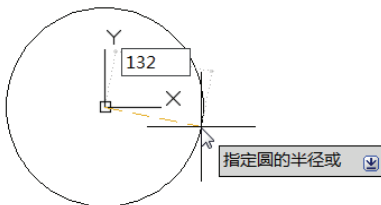

图 1-59 在工具提示中输入圆半径
3) 在工具提示中输入圆半径为“132”，如图 1-59 所示，然后按〈Enter〉键，完成该圆的创建。